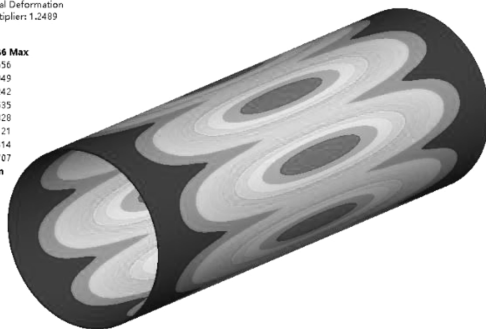

图 4-77 屈曲载荷因子和屈曲模态
- (1) 在 Mechanical 标准工具栏中单击  Solve 进行求解运算。
- (2) 运算结束后，单击【Solution (B6)】→【Total Deformation】，图形区域显示 1 阶屈曲分析得到压力容器的屈曲载荷因子和屈曲模态，【Load Multiplier】= 1.2489，如图 4-77 所示。临界线性屈曲载荷为载荷因子乘以实际载荷，即 $1.2489 \times 1 \text{ MPa} = 1.2489 \text{ MPa}$ 。